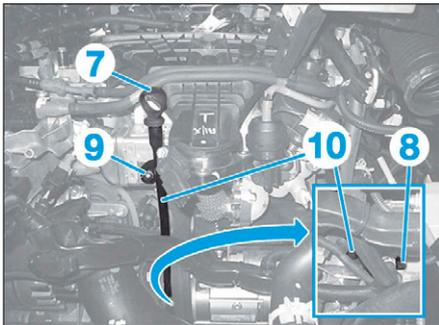

FIG. 74
- la jauge à huile (7) (Fig.74),
- la vis (8),
- l'écrou (9),
- le guide de jauge à huile (10),